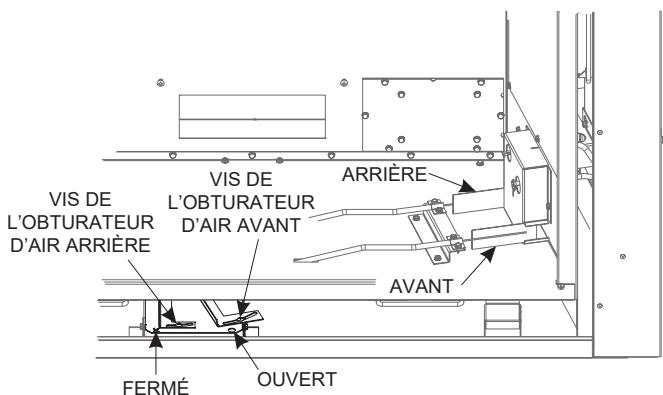

Figure 7
- Desserrer la vis de l'obturateur d'air arrière et faire tourner la poignée vers la droite jusqu'à obtenir une ouverture complète et serrer la vis. **Voir Figure 7.**